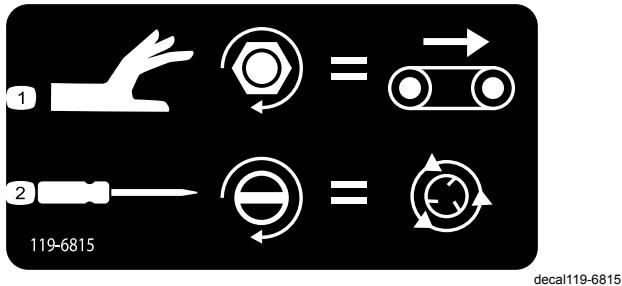

图44
- 要调整甩盘速度图44请使用一字螺丝刀顺时针转动增加速度逆时针转动降低速度。